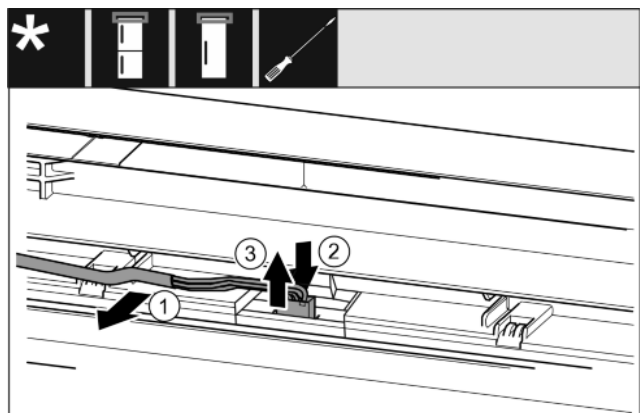

Fig. 16
- ▶ Внимателно освободете сивия кабел от водача във вратата. *Fig. 16 (1)*
- ▶ Натиснете езичето под щекера назад. *Fig. 16 (2)*
- ▶ Внимателно издърпайте щекера нагоре. *Fig. 16 (3)*